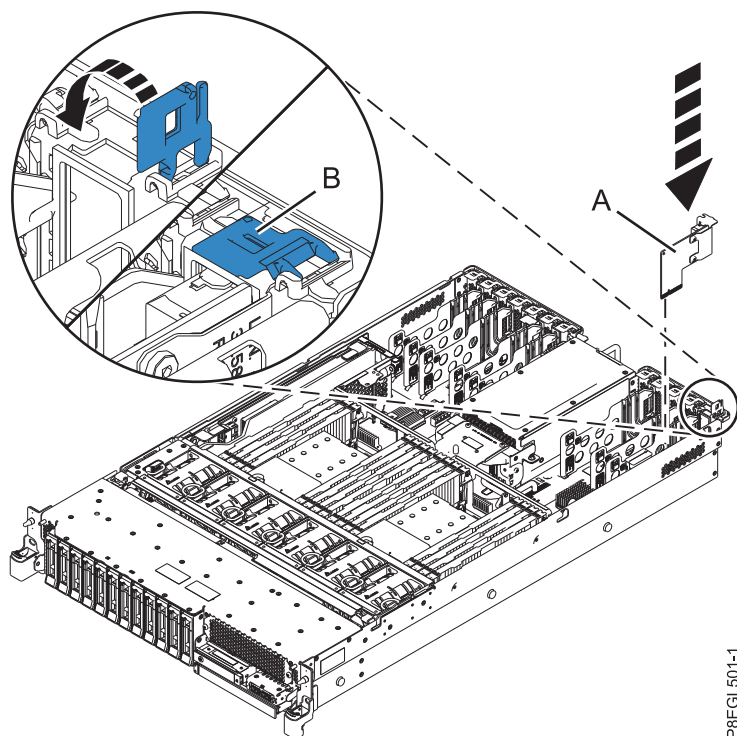

Figura 2. Substitució de la targeta d'E/S del sistema en un sistema muntat en bastidor
2. Amb el pestell de tanca de color blau **(B)** en la posició d'obert, alineu la targeta d'E/S del sistema **(A)** amb les guies del sistema i desplaceu la targeta fins la ranura de la targeta, tal com es mostra a la Figura 2 a la pàgina 6.
3. Feu girar el pestell de tanca de color blau **(B)** en la direcció que es mostra a la Figura 2 a la pàgina 6 per bloquejar la targeta d'E/S del sistema al seu lloc.